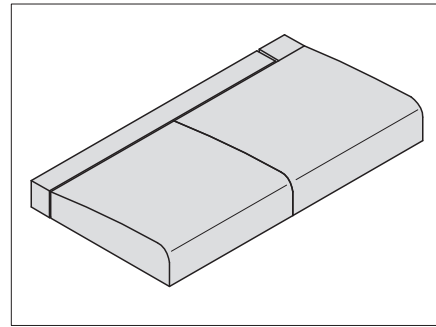
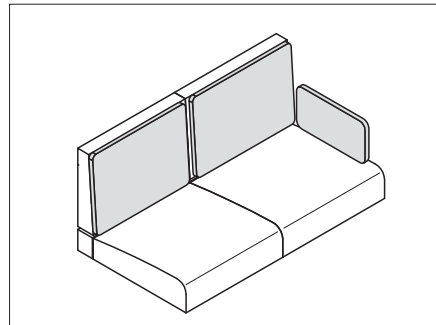

Bild 219 Sitzauflagen positionieren
Bild 221 Polster für Rückenauflagen
- Sitz-, Rücken- und Zusatzpolster wie in Bild 219 bis Bild 221 gezeigt auflegen.